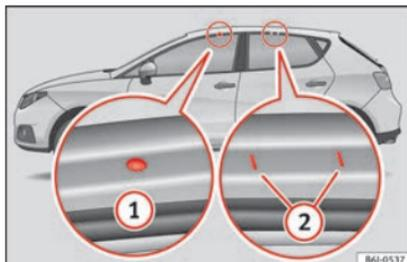

Fig. 150 Modelo IBIZA: pontos de fixação das barras longitudinais para o porta-bagagens de tejadilho.
Os pontos de fixação dianteiros e traseiros ① e ② só se podem ver com as portas abertas »» Fig. 150.